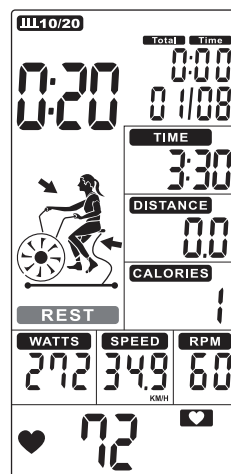
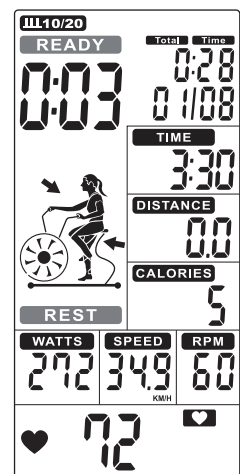

FIGURA 30
FIGURA 31
- El tiempo del ciclo cuenta hacia atrás de 10 a 0 y la palabra REST parpadea una vez por segundo junto con 10 pitidos (Figura 30), mientras que la palabra READY parpadea durante los últimos 3 segundos (Figura 31).